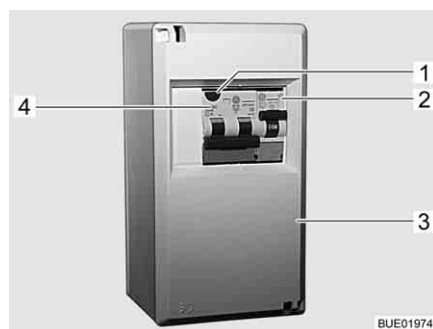

Fig. 126 Caja de fusibles de 230 V
Un interruptor de corriente de defecto / de protección de línea combinado (Fig. 126,4) en la caja de fusibles (Fig. 126,3) protege al vehículo completo de corrientes de defecto (0,03 A).
En los vehículos con equipamiento especial (p. ej. instalación de aire acondicionado), un interruptor de protección de línea adicional (10 A) (Fig. 126,2) protegerá el aparato.
- Si el vehículo está conectado a la alimentación de 230 V, pulsar la tecla de prueba (Fig. 126,1). El interruptor de corriente de defecto debe disparar.